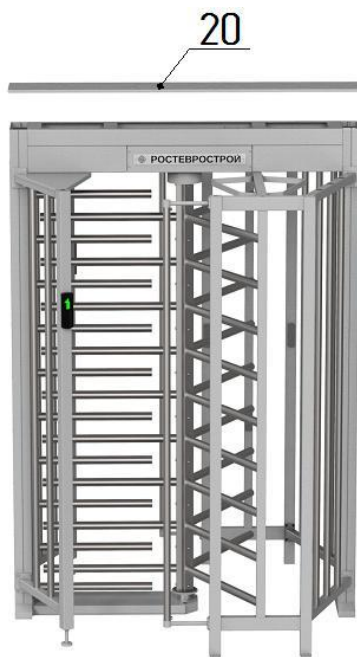

Рис. 7
6.2.5. Окончательная сборка (рис.7, 8):
- установите на место крышку **20** (выполнить после подключения турникета и проведения, при необходимости, режима калибровки) и закрепите винтами М4 (рис.7).